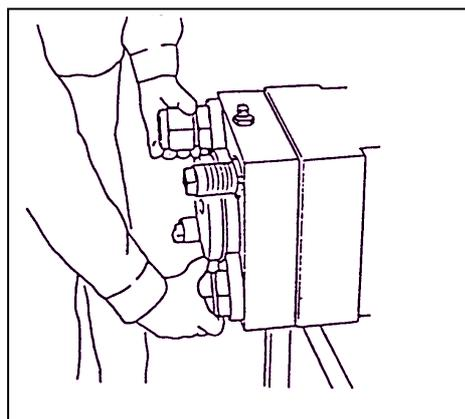

Fig.15
18. Coloque as duas porcas de topo na diagonal e aperte-as com a mão. (Fig. 15).